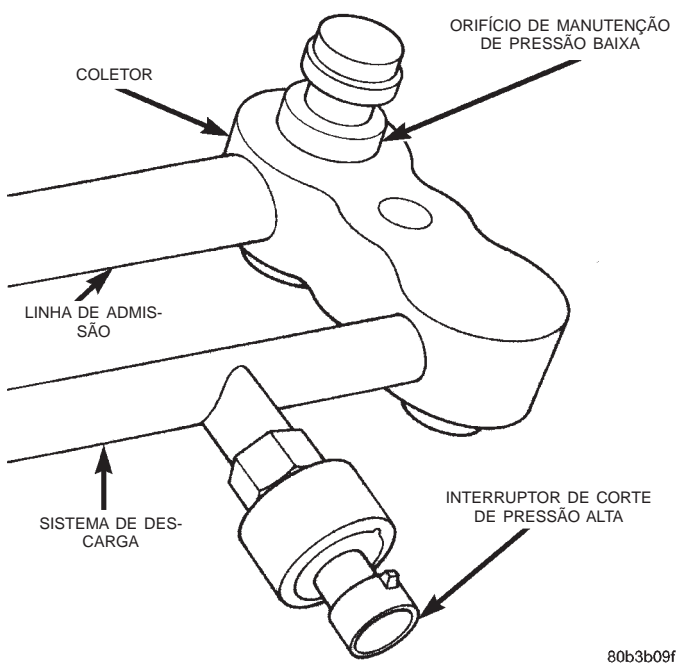

Fig. 16 Remoção/Instalação do Interruptor de Corte de Pressão Alta
(1) Desconecte e isole o cabo negativo da bateria.
(2) Desligue o conector do chicote de fiação do interruptor de corte da alta pressão, que está montado na conexão do sistema de descarga, entre o compressor e a entrada do condensador (Fig. 16).